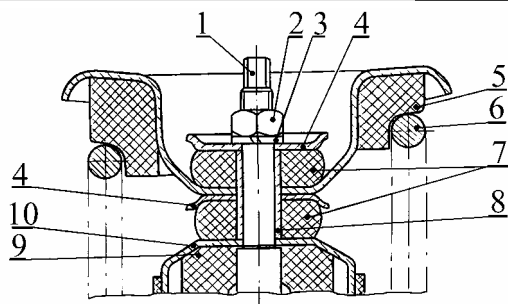

Рис.9. Элементы крепления заднего амортизатора к кузову:
7.1.10 Поднять автомобиль, отвернуть болты 7, рис.9, отсоединить амортизаторы от рычагов задней подвески, снять амортизаторы с пружинами 6, рис.2, прокладки 5 изолирующие, втулки 8, шайбы 4 нижние, подушки резиновые 7 нижние, кожухи 10 амортизаторов и буферы 9 хода сжатия (головка сменная 19, вороток трещоточный, ключ гаечный 19).
7.2.5 Установить подставки 8 под рычаги 1, опустить автомобиль и завести штоки 1, рис.9, амортизаторов в отверстия арок колес (подставка типа 67.7822-9512 – 2шт.).
8.1.5 Снять (или наклонить вперед) спинки задних сидений, застопорить штоки 1, рис.9, амортизаторов и отвернуть гайки 2 крепления амортизаторов к кузову. Снять шайбы 3 пружинные, верхние шайбы 4 подушек и верхние резиновые подушки 7 (ключ 17 кольцевой, ключ специальный А.57070).